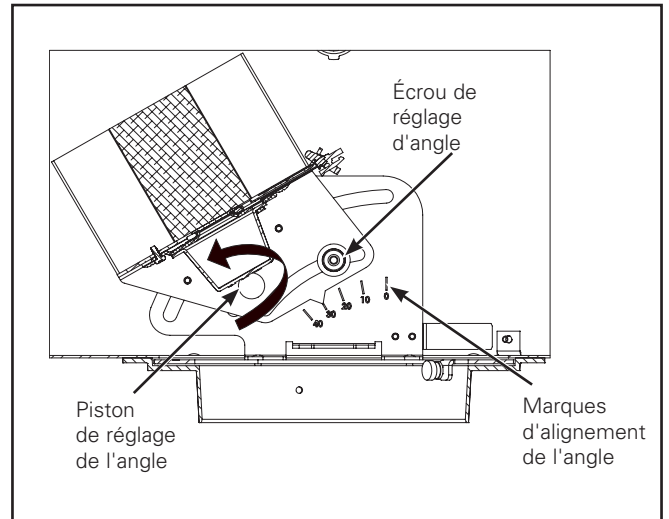

Figure 3.
1. Desserrez les écrous de l'angle de réglage (2) par l'ouverture de la base de plâtre sans les retirer (Figure 3).
2. Tirez le piston de réglage de l'angle pour modifier l'inclinaison et relâchez par incréments de 10 degrés pour ajuster le réglage. Marques d'alignement de l'angle fournies à titre de référence (Figure 3).